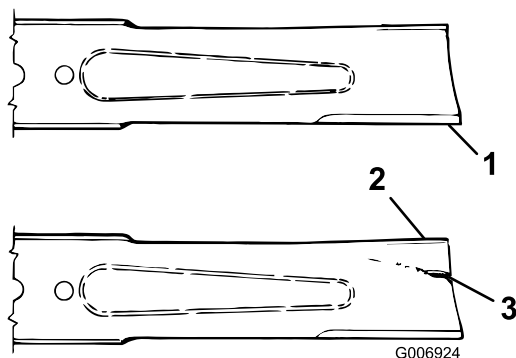

Figura 75
3. Examine cuidadosamente los extremos de corte de la cuchilla, sobre todo en el punto de reunión entre la parte plana y la parte curva de la cuchilla (Figura 75). Si se aprecia desgaste (Figura 75), cambie la cuchilla; consulte Cómo retirar la cuchilla (página 62)..